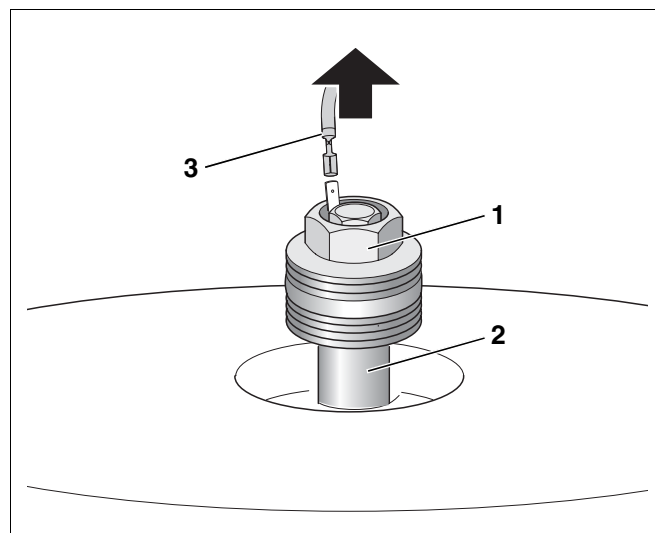

Fig. 13 Sostituzione dell'anodo di magnesio
- Scollegare il cavetto di massa (fig. 13, **pos. 3**) dal connettore piatto dell'anodo di magnesio.
- Svitare il dado esagonale (fig. 13, **pos. 1**) dell'anodo di magnesio con la chiave ad anello da SW 32.
- Svitare l'anodo di magnesio (fig. 13, **pos. 2**).
- Innestare il connettore del cavetto di massa (fig. 13, **pos. 3**) nel connettore piatto dell'anodo di magnesio.